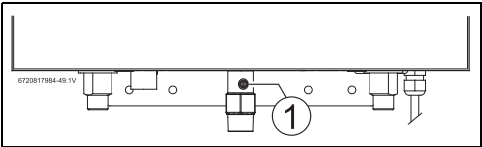

Fig. 36 Port d'essai de pression du gaz
- ▶ Localiser le port d'essai de pression du gaz en entrée (voir fig. 36).
- ▶ Desserrer la vis à l'intérieur du raccord-union du port de test (ne pas l'enlever) et raccorder le tube du manomètre au port de test (voir fig. 36).